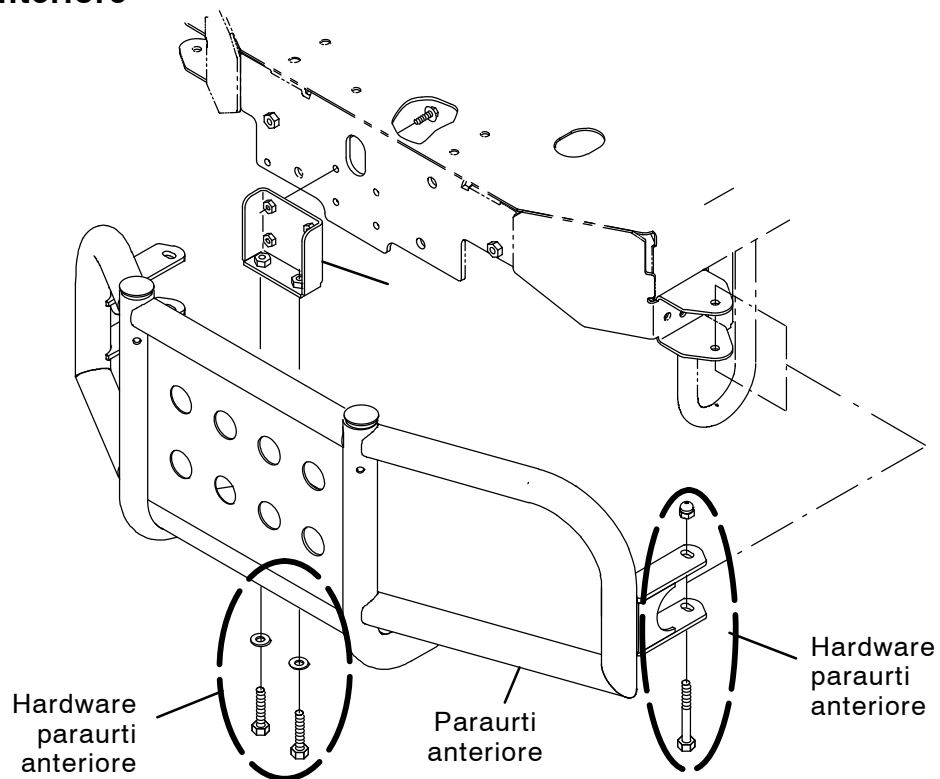

FIG. 1
44. **Machines équipées d'un pare-chocs avant uniquement** : Posez le pare-chocs avant sur la machine. (Figure 1)
45. **Machines équipée d'une cage de sécurité/d'un pare-chocs avant uniquement** : Fixez solidement la cage de sécurité sur pare-chocs avant. (Figure 1)
1. **Solo macchine dotate di protezione superiore e paraurti anteriore:** rimuovere l'hardware che fissa l'assieme protezione superiore al paraurti anteriore. (Fig. 1)
2. **Macchine dotate solo di paraurti anteriore:** rimuovere il paraurti anteriore dalla macchina. (Fig. 1)